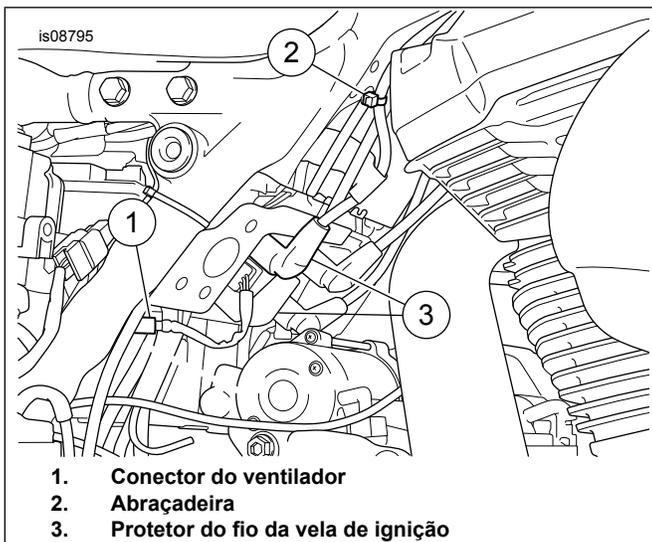

Figura 1. Conector do ventilador
7. Veja Figura 1 . Localize o conector da ventoinha (1) e o desconecte.
Veja Figura 1 . Reposicione o protetor do fio da vela de ignição direito.